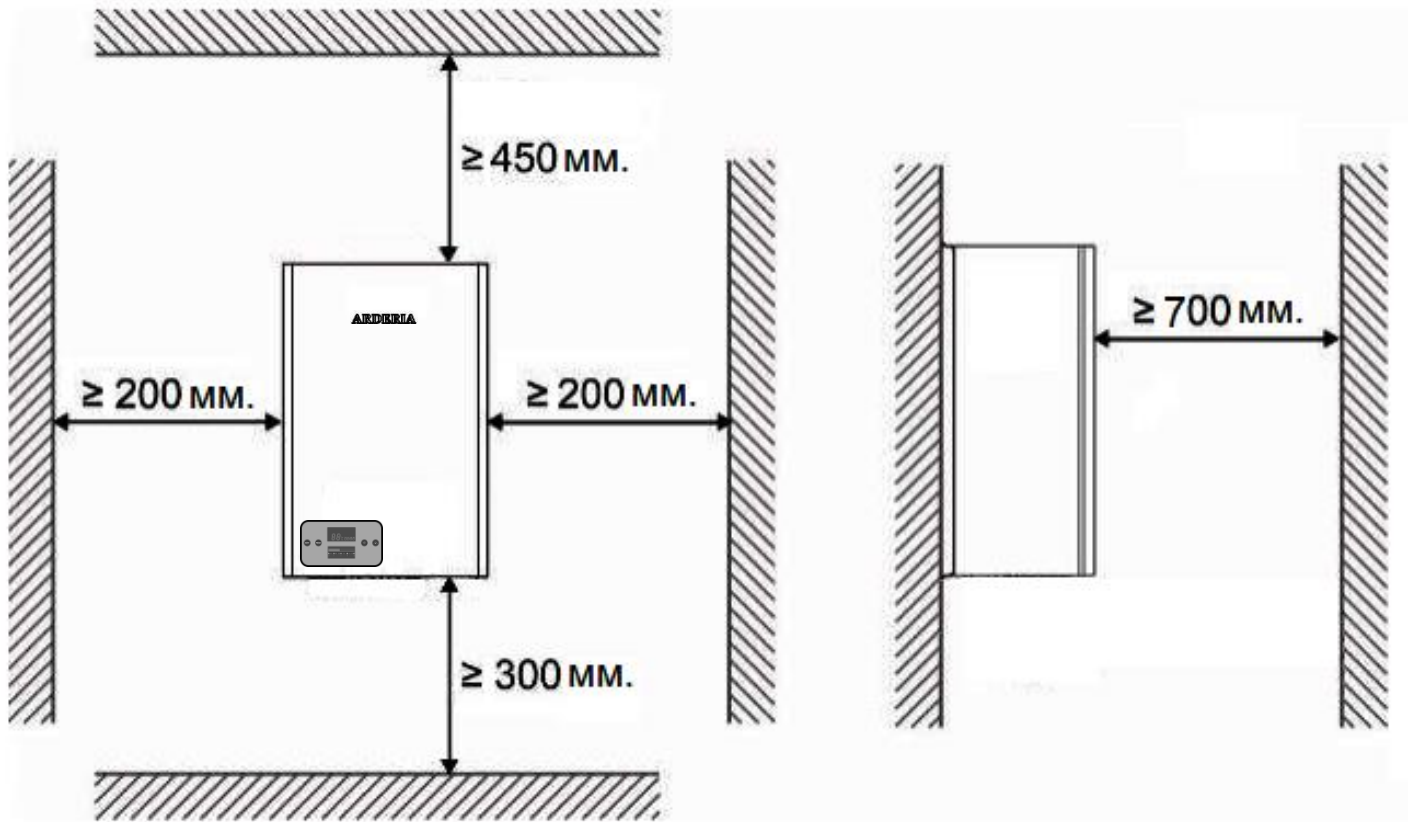

Рис. 9
- Установку электродкотла котла следует предусматривать исходя из условия удобства монтажа, эксплуатации и ремонта (См. Рис. 9)